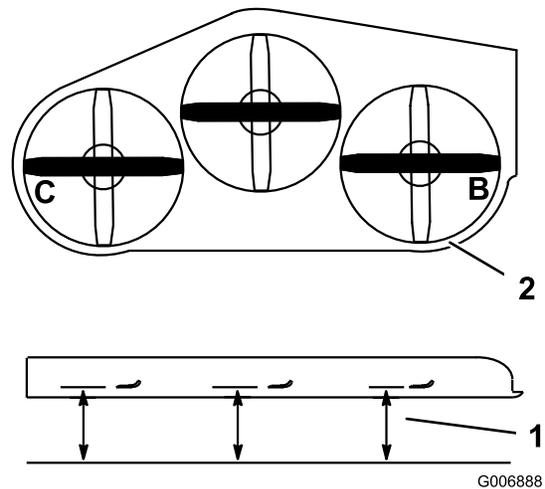

Figure 87
- Aux points **B** et **C**, mesurez l'écart entre une surface plane et le tranchant de la pointe des lames (**Figure 87**).